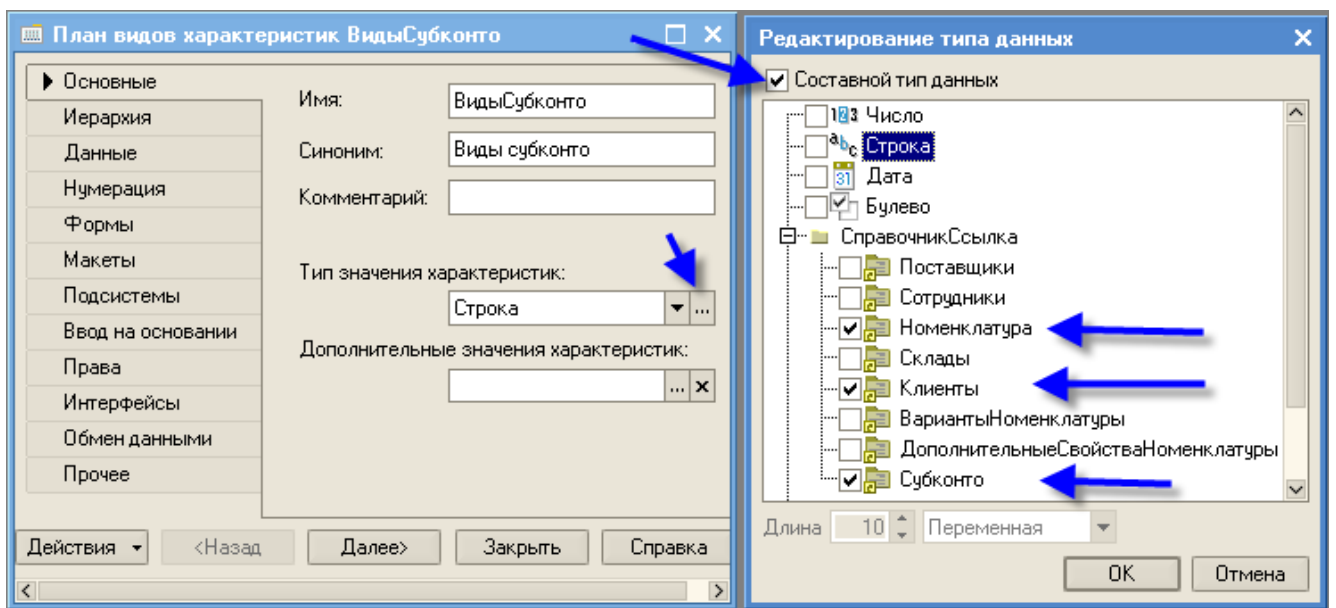

Рис. 155
- нажмите на кнопку с многоточием (рис. 155) и в открывшемся окне диалога укажите *Составной тип данных*, в который включите следующие типы: *СправочникСсылка.Клиенты*, *СправочникСсылка.Номенклатура* и *СправочникСсылка.Субконто*;